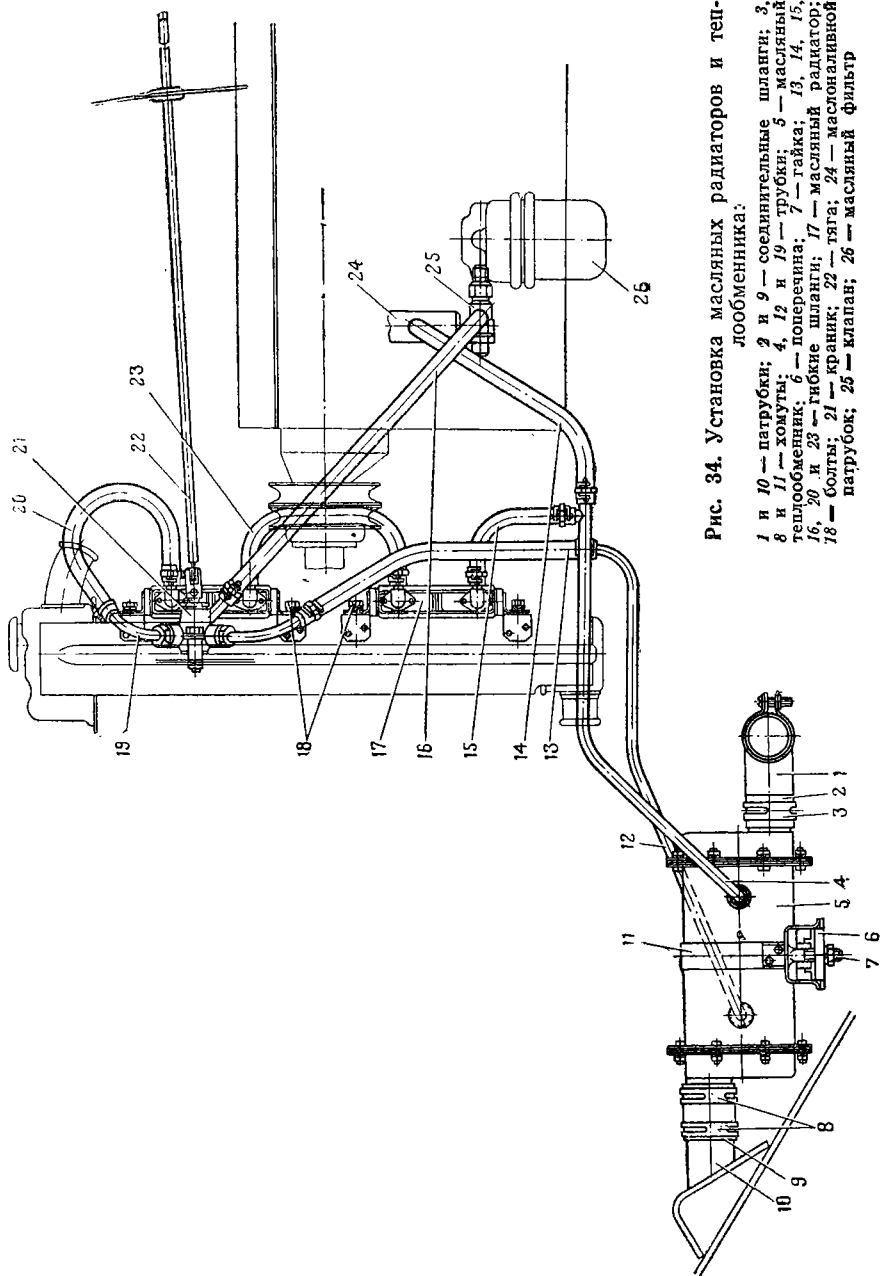

Рис. 34. Установка масляных радиаторов и теплообменника:
2. Ослабить и снять стяжные хомуты и отсоединить подводящий и отводящий шланги 20, 23 (рис. 34) или 20, 15 от патрубков масляного радиатора.
1. Установить верхний или нижний масляный радиатор 17 (рис. 34) на водяной радиатор и закрепить болтами 18 с пружинными шайбами.
3. Вывернуть гайки трубок 4 и 12 (рис. 34) и отсоединить трубки от теплообменника 5.
1. Установить теплообменник 5 (рис. 34) на поперечину 6 и закрепить хомутом 11 с наконечником и гайкой 7 с пружинной шайбой.